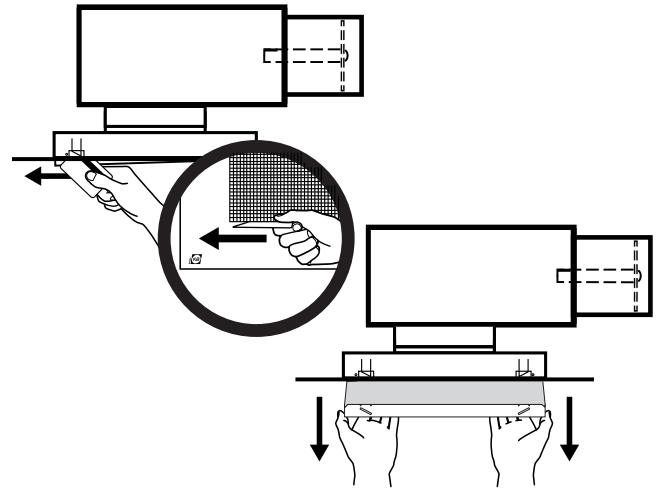

Bild 1. Donets front öppnas enkelt med ett plastkort i kreditkortstjocklek.
- Donets frontplåt är säkrat med clipsfjäder. KB-symbolen i frontplåten indikerar fjäderns placering (bild 1).
- Donets front öppnas genom att föra in ett plastkort i kreditkortsstorlek eller annat mjukt verktyg i springan vid KB-symbolen i donets front, bild 1.
- Genom en svepande rörelse frigör clipsfjädern frontplåten. Fäll försiktigt ner donets front. Fronten kan fällas ner, alternativt lyftas av helt, bild 1.